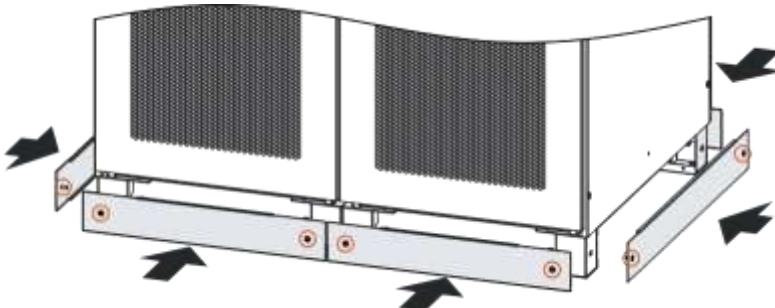

Рисунок 3-17. Установка нижних пластин
**Шаг 4** Установите нижние панели как показано на рис. 3-17.